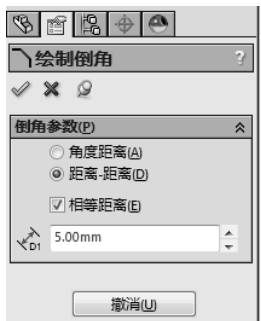

图 3-7 设置倒角属性
- [4] 为每个倒角选择草图实体, 在倒角操控板中设定属性, 如图 3-7 所示。矩形草图倒角预览如图 3-8 所示。